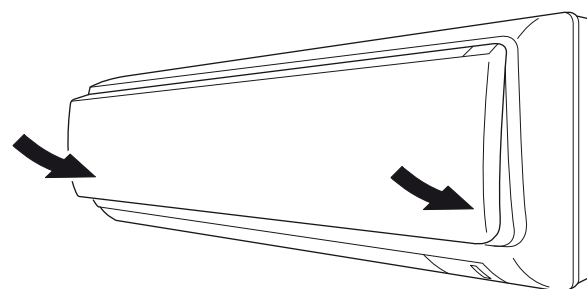

Fig. 19-1
- (6) Presione las esquinas inferiores derecha e izquierda del panel frontal para unirlo a la unidad interior. (Fig. 19-1)